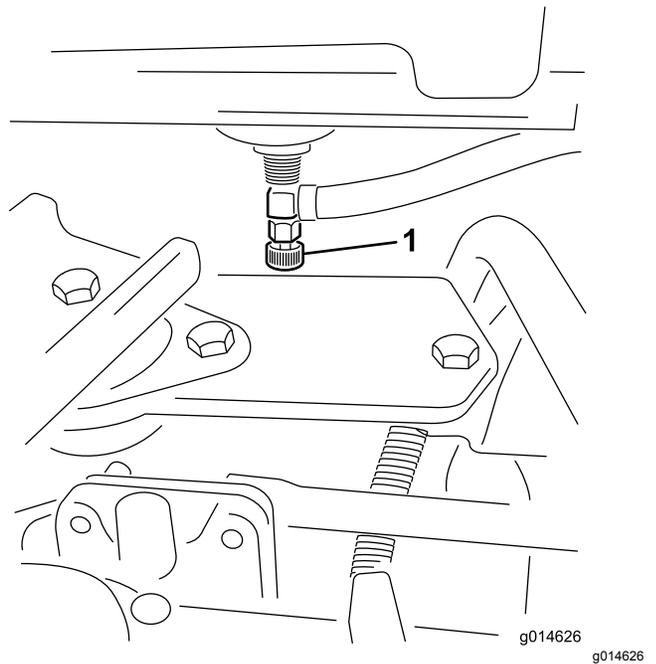

図 35
1. 長期間保管する場合には燃料バルブ 図 35 を閉じておく。